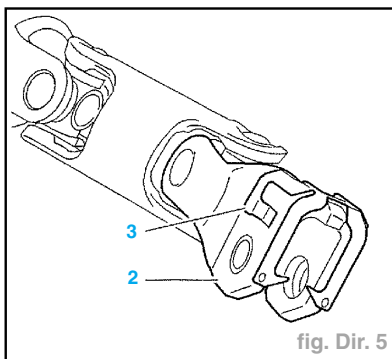
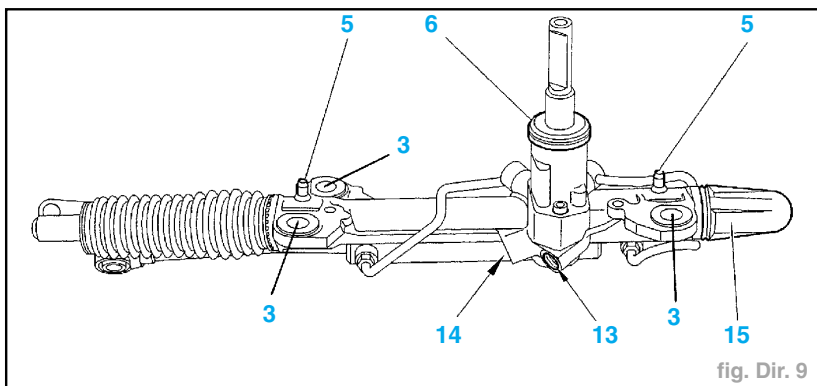

fig. Dir. 5
fig. Dir. 9
- Déposer l'agrafe (3) ; à l'aide d'un tournevis (fig. Dir. 5).
- Engager le cardan (2) sur la queue du pignon de direction (orienter le méplat du pignon de direction vers la vis) (fig. Dir. 5).
- déposer l'agrafe (3) ; à l'aide d'un tournevis (fig. Dir. 5),
- dégager, latéralement, le cardan (2) de la queue du pignon de direction.
- Déposer la vis **TORX (11)**.
- Désaccoupler la chape de direction (12) de la crémaillère.
- Faire pivoter la chape de direction (12).
- Déposer la fixation (10) du vérin d'assistance de direction.
- Désaccoupler (fig. Dir. 9) :
- le tube d'alimentation (14),
- le tube de retour (13).
- Déposer la protection (15).
- Déposer les vis (3) de fixation du carter de direction sur le tablier (3 vis).
- Vérifier la présence des pions de centrage (5).
- Poser les vis neuves (3) classe **10, 9**, avec rondelle (fig. Dir. 9).
- Serrer les vis (3) à **3,8 daN.m**.
- Vérifier l'état du joint d'étanchéité (6) au niveau de la queue du pignon de direction (fig. Dir. 9).
- Poser la vis (11) : serrer à **8 daN.m**.
- Serrer l'écrou (10) à **8 daN.m**.
- Poser l'agrafe (3).